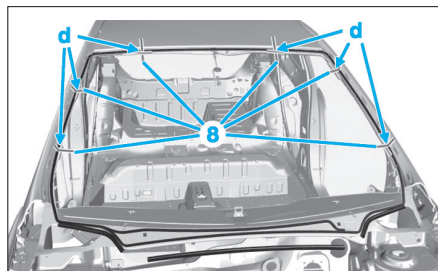

Fig. 5
- Déposer les enjoliveurs de montants de baie de pare brise (7).
- Coller des bandes témoins (8) positionnées en (d) (Fig.5).